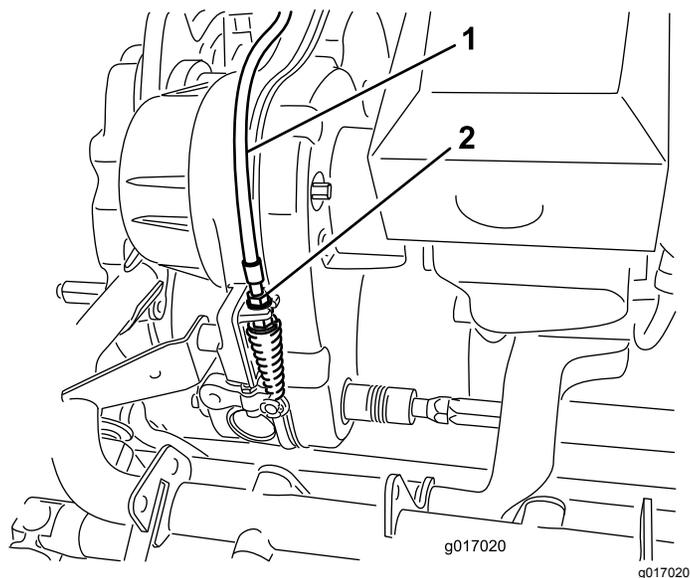

Рисунок 49
- 2. На переходнике трансмиссии отрегулируйте тросик управления барабаном (Рисунок 49) так, чтобы длина пружины составила 70,6 – 72,4 мм.